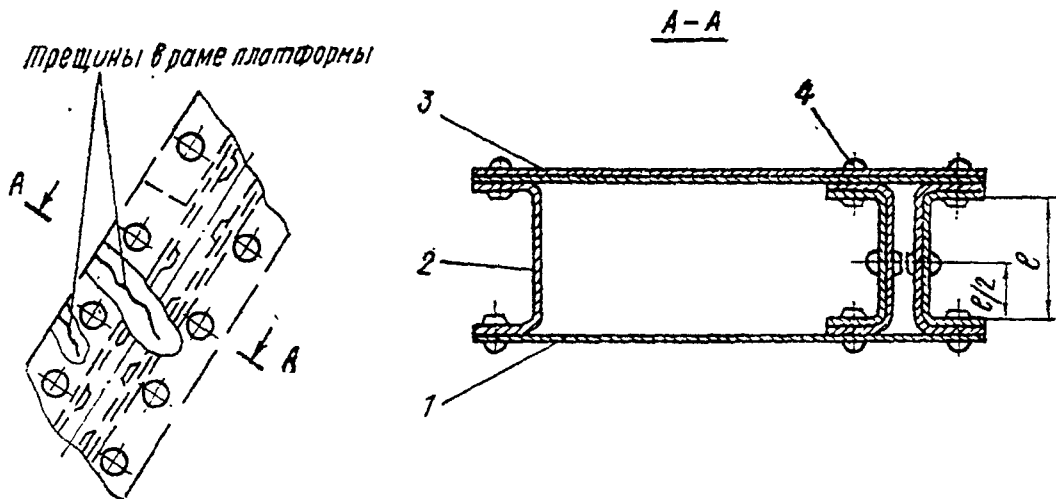

Рис. 4.32. Ремонт рамы платформы:
1. Сквозные потертости, трещины и пробойны на раме платформы ремонтируйте установкой усиливающей накладки (рис. 4.32), концы трещины (зону V) засверлите сверлом \varnothing 5 мм. Клепку введите по старым отверстиям, при этом применяйте заклепки следующего по величине диаметра.
2. Забоины и царапины на раме платформы глубиной до 0,2 мм независимо от длины оставляйте без ремонта. Забоины и царапины глубиной от 0,2 до 0,5 мм зашпакуйте и зачистите шлифовальной шкуркой № 5—6. Забоины и царапины глубиной более 0,5 мм ремонтируйте установкой накладки (см. рис. 4.32).